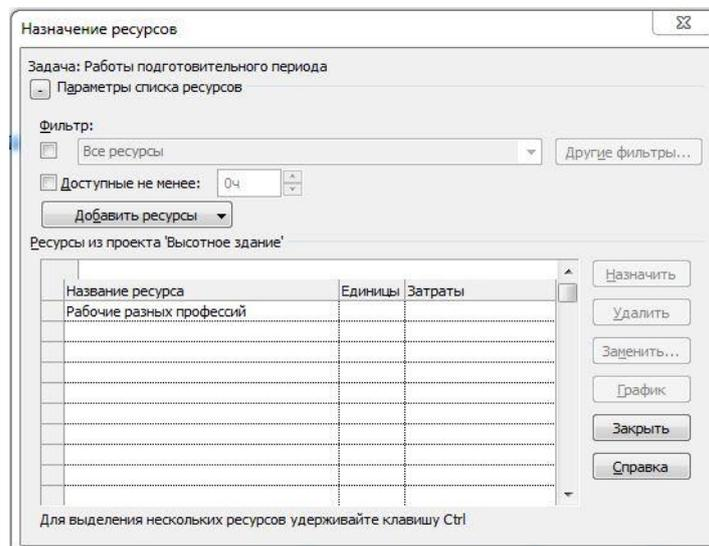

Рис. 23. Отображение введенного ресурса в окне «Назначение ресурсов»
5) Теперь данный ресурс отображается в окне «Назначение ресурсов» (рис. 23);